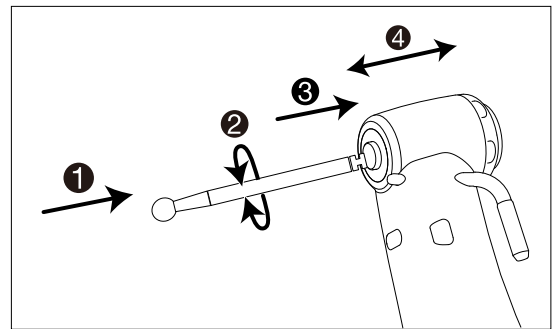

Fig. 1
- 1) Sätt in borrar/fräsen i huvudet. (Fig. 1 ① )
- 2) Vrid försiktigt borrar/fräsen tills den hakar i låsmekanismen. (Fig. 1 ② )
- 3) Tryck in borrar/fräsen tills det klickar och låses på plats. (Fig. 1 ③ )
- Efter att borrar/fräsen har låsts på plats, dra försiktigt ut borrar/fräsen för att kontrollera att den är låst. (Fig. 1 ④ )